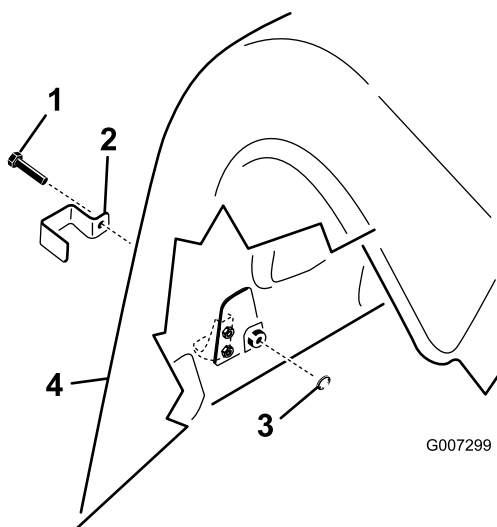

Figura 15
1. Sul modello ProCore 864, installate una staffa di bloccaggio sopra il cofano inferiore posteriore sinistro e destro e i fermi del cofano superiore con un bullone senza dado (quattro in tutto) (Figura 15).
2. Sul modello ProCore 1298, installate una staffa di bloccaggio su tutti i fermi del cofano inferiori posteriori e il fermo del cofano superiore esterno su entrambi i coperchi posteriori destro e sinistro con un bullone senza dado (tre per testa di carotatura, sei in tutto) (Figura 15).
su ogni bullone (1-2 filetti) per fissare il fermo (Figura 15).